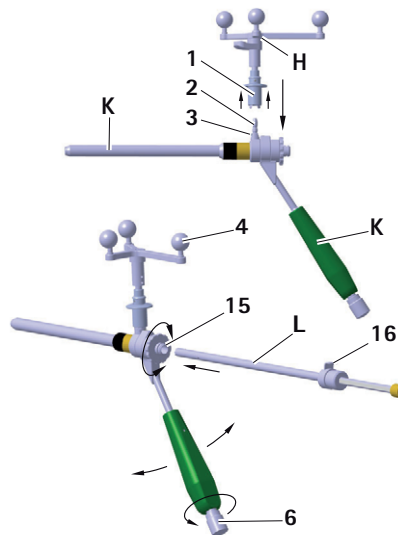

Fig. 12 Montaggio dell'unità a stella Aesculap sulla bussola guida S⁴C; inserimento della bussola di foratura interna S⁴C
- Per verificare che la videocamera abbia il campo libero sulle sfere di marker riflettenti, allentare il pomello 6 sull'impugnatura S⁴C della bussola guida S⁴C K e ruotare l'unità a stella Aesculap H nella posizione desiderata, vedere Fig. 12.
La bussola di foratura interna scatta in posizione nella bussola interna, pur continuando a permettere la rotazione, vedere Fig. 12.